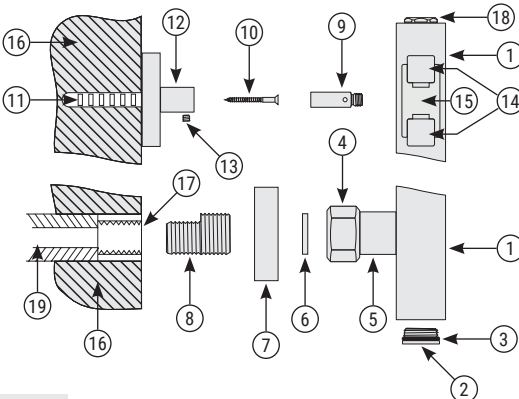
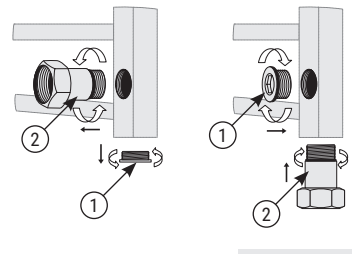

Рис.1
Рис.2
- 5.1. Сборку и установку изделия производить согласно рис. 1.
- 5.3. Установить на коллектора клапана «Маевского» (рис. 1 «18»), заглушки (рис. 2 «1») и носики с накидными гайками (рис. 2 «2») в требуемом месте, в зависимости от вида подключения.
- 5.4. Смонтировать между перемычек полотенцесушителя крепежные элементы кронштейна (рис. 1 «15»). Кронштейн может быть установлен между любой парой перемычек изделия, так же его конструкция позволяет производить корректировку положения вправо или влево если это требуется при монтаже.
- 5.9. Для герметизации резьбовых соединений производитель комплектует изделие прокладками собственного изготовления (см. п. 3.5 и рис. 1 «3», «6»).